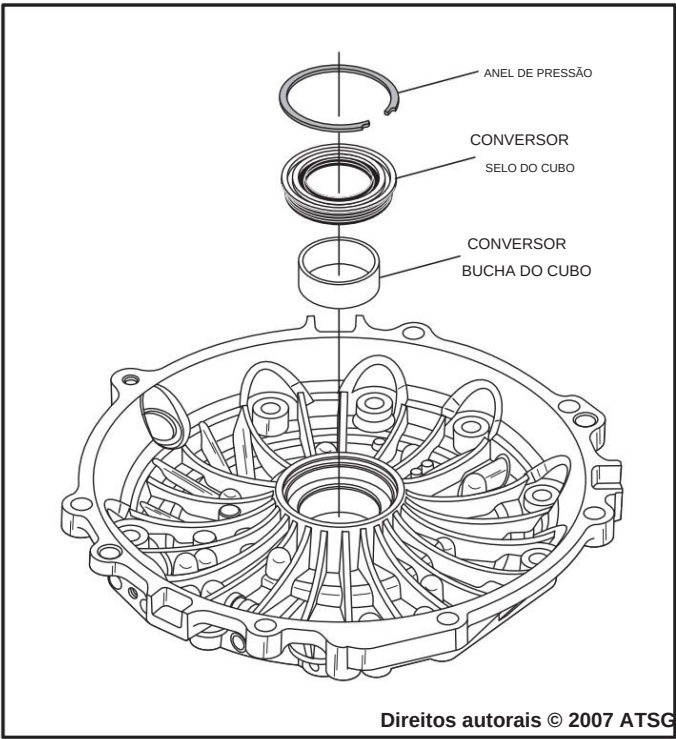

Figura 67
- 24. Instale a nova bucha conforme necessário na carcaça do conversor, conforme mostrado na Figura 67, usando uma chave de bucha de tamanho adequado.
- 25. Instale a nova vedação da carcaça do conversor usando um instalador de vedação de tamanho adequado (veja a Figura 67).
- 26. Instale o anel elástico de retenção da vedação, conforme mostrado na Figura 67, e certifique-se de que esteja totalmente assentado.